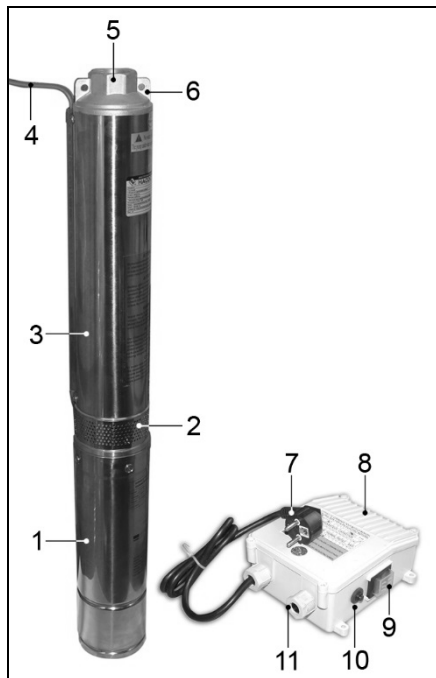

Рисунок 2
7.2.3. Извлеките из выходного патрубка (5) (Рис. 2) пластиковую заглушку и на выходной патрубок (5) установите штуцер или другие присоединительные элементы напорной системы трубопроводов, обеспечив герметичность соединения.
7.2.2. Закрепите насос стальным тросом, пропустив трос через две проушины (6) (Рис. 2) в верхней крышке насоса длиной, необходимой для погружения насоса. Прочность троса должна быть достаточной для удержания массы насоса и заполненного водой напорного трубопровода.